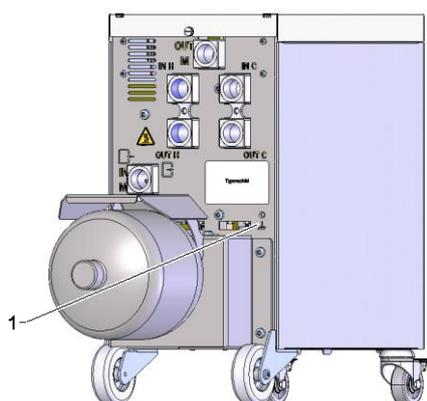

Fig. 17: Terre fonctionnelle
D'importantes sources de perturbation CEM à proximité de l'unité de commutation peuvent influencer son fonctionnement. Dans ce cas, le boîtier de l'unité de commutation doit être mis à la terre à l'aide d'une bande de masse (point de raccordement pour la terre fonctionnelle voir (1) Fig. 17).